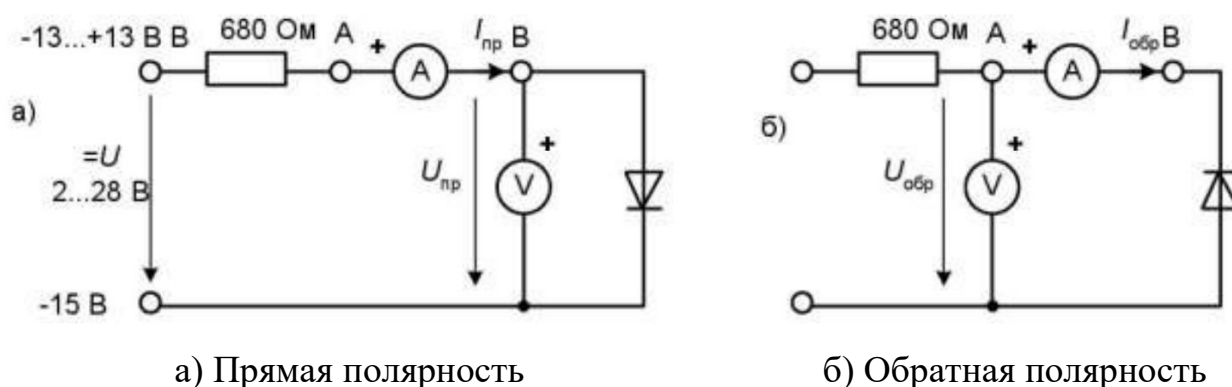

Рисунок 1.3
1) Соберите цепь (рисунок 1.3а) для снятия прямой ветви вольтамперной характеристики диодов. Монтажная схема изображена на рисунке 1.4. Обратите внимание, что вольтметр этой схеме подключён к точке «В» (после амперметра) и на его показания не влияет падение напряжения на амперметре, которое соизмеримо с прямым падением напряжения на диоде. В то же время ток через вольтметр несоизмеримо мал с прямым током диода и не вносит заметной погрешности в показания амперметра.